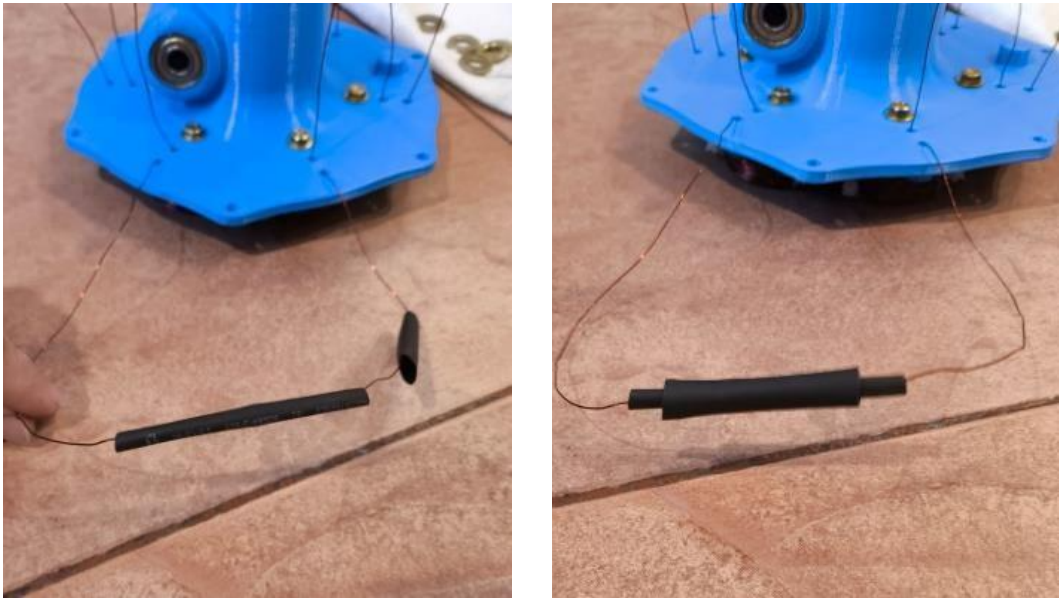

Figura 21. Tubos termocontraíble colocados sobre la unión estañada.
d) Colocar el tubo termocontraíble más chico sobre la unión estañada, y sobre el mismo, el segundo tubo termocontraíble tal como se ve muestra en la figura 21.